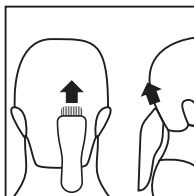

Figura 3
•Manter a parte superior do aparelho apontada para cima e dar início ao corte, começando pelo meio da cabeça na base do pescoço (Figura 3).